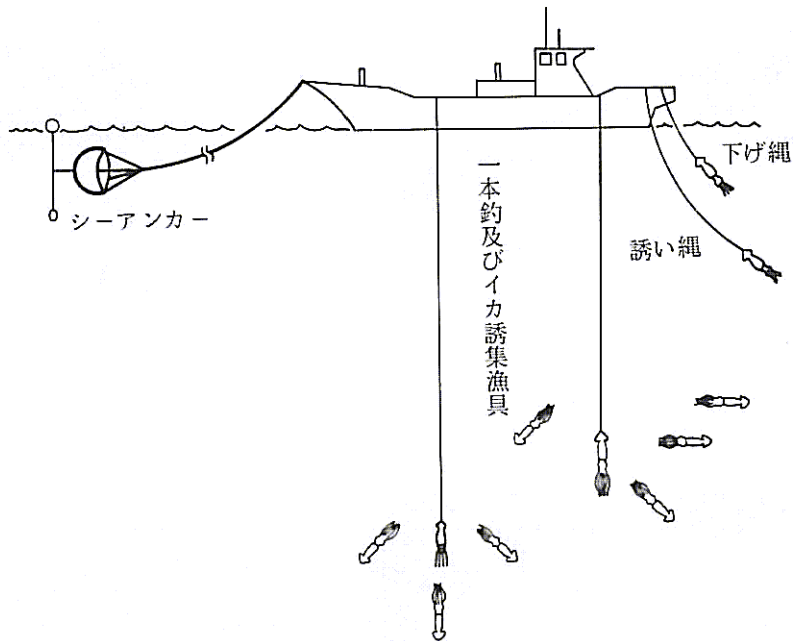

図 1 - 4 操業見取図
- (イ) 操業見取図及び一般構成図 (図 1 - 1・図 1 - 2)
漁場 (安田沖15～25湊及び辺戸～宜名真沖) に日没前に到着するように出港し、漁場についたら風が強い時及び急潮の時はシーアンカーを入れる (なぎや潮が0.3ノット以下の時はシーアンカーは入れない)。集魚灯 (及び作業灯) は30W 1個をつけて操業を始める。最初は図 1 - 1の漁具を使って、まず、餌 (誘いイカ) になるトビイ